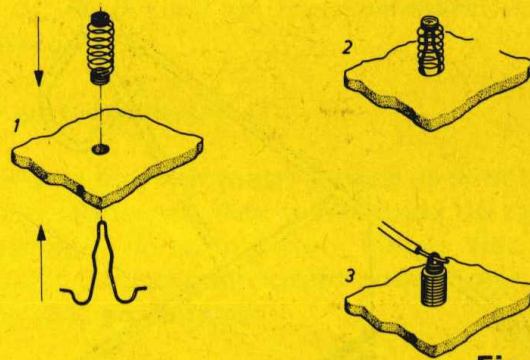
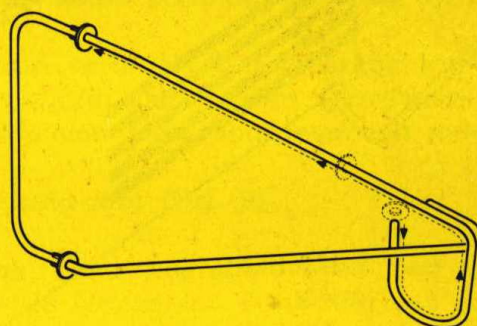
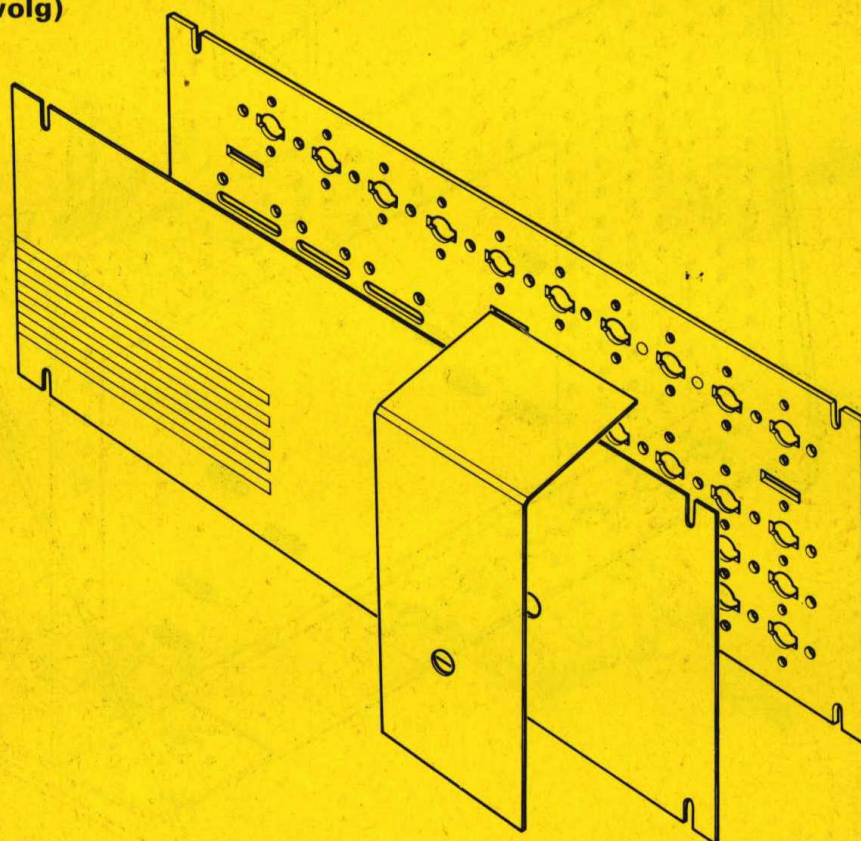
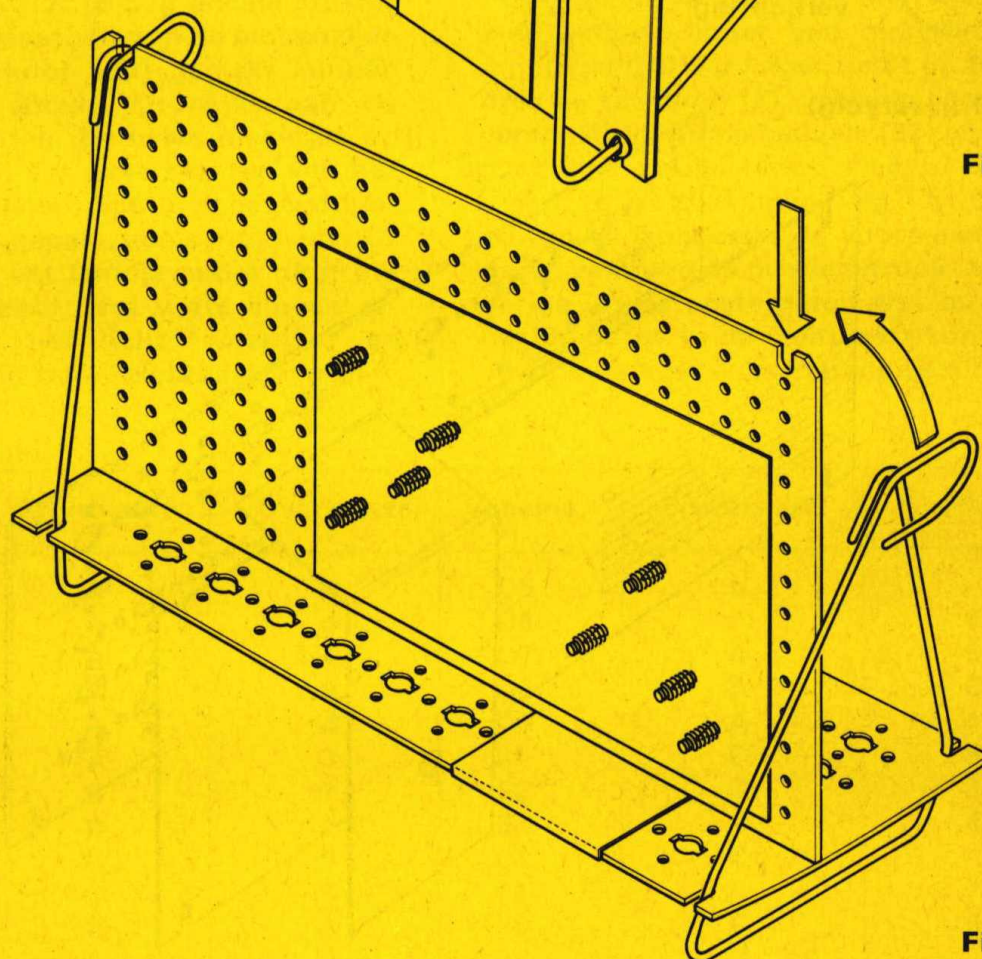

Fig. 1
Fig. 2
Fig. 3
Fig. 5
Neem de montageplaat (39) voor je met de lippen van je af. Pak de schemakaart van het schema dat je wenst te bouwen, en druk de gaten open. Leg de schemakaart met de bedrukking naar boven op de montageplaat zodanig, dat links één rij en onder drie rijen gaten onbedekt blijven, en het kaartnummer leesbaar voor je ligt (fig. 5). Druk nu op de aansluitpunten de haarspeldveren (20) van onder door montageplaat en bouwschema (fig. 1). Plaats geen veren in de doorvoergaten, hier omheen staat een cirkel. Leg de montageplaat vervolgens plat op tafel en druk de tonveren (21) over de haarspeldveren. Neem nu de beugels (37) en schuif over elke beugel twee ringen (35) tot tegen de verdikkingen (fig. 2). Leg de gewenste frontkaart op voorpaneel (38), daar over heen de overlegstrook, zodanig dat de uitgestanste gaten precies op bepaalde gaten in de frontkaart komen, en vouw deze naar de achterzijde om (fig. 3).
Trek de beugels achtereenvolgens aan de achterzijde over de montageplaat totdat ze in de betreffende uitsparing terugveren (fig. 5). Bij deze handeling mag de voorplaat iets doorbuigen. In de opengebleven gaten worden nu diverse onderdelen gemonteerd. Welke onderdelen dat zijn vind je in tabel 1 (pag. 6 en 7). Slechts in enkele gevallen blijft een gat open.